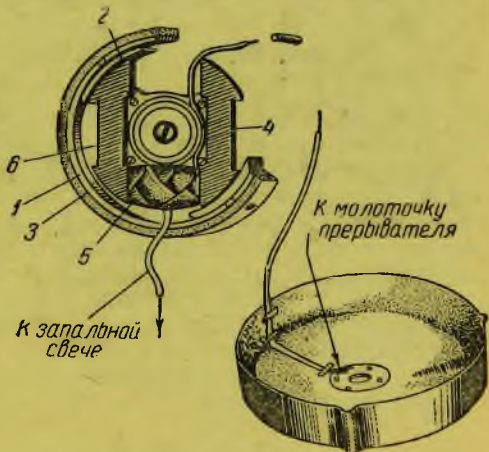

Рис. 143. Маховичное магнето ИЖ-8
Магнето ИЖ-8 (рис. 143) состоит из кольцевого магнита (1) с полюсными наконечниками (2), укрепленного в маховике (3), сердечника (4), индукционной катушки (5) и прерывателя (6).